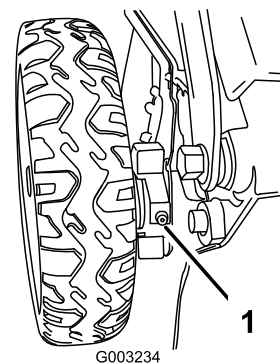

Bild 42
1. Wischen Sie die Schmiernippel innen an den Hinterrädern mit einem sauberen Lappen ab (Bild 42).